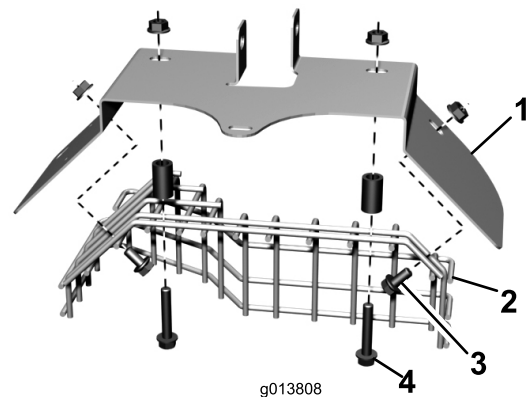

Figura 7
10. Usando los dos taladros superiores, monte provisionalmente el nuevo protector del silenciador al protector del tubo de escape existente con dos pernos con arandela prensada, espaciadores y tuercas con arandela prensada. Posicione los herrajes según se muestra en Figura 7.
tornillos según se muestra en Figura 7. Apriete los herrajes que sujetan los protectores.